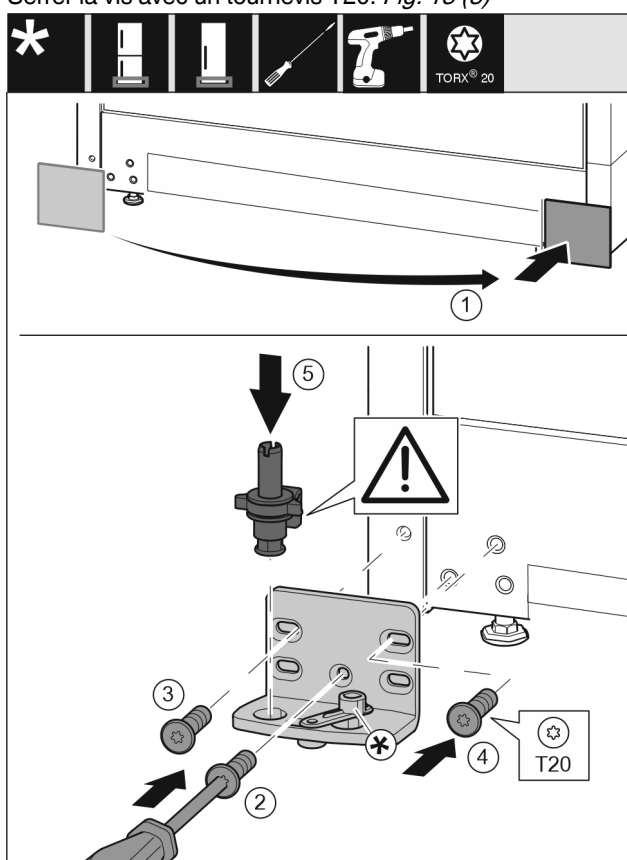

Fig. 14
- Enlever le cache et le mettre de l'autre côté. Fig. 14 (1)
- Poser le support de palier de l'autre côté et le visser à l'aide d'un tournevis T20. Commencer par la vis 2 en bas au milieu. Fig. 14 (2)
- Visser les vis 3 et 4. Fig. 14 (3,4)
- Mettre en place l'axe de palier complet. Veiller à ce que l'ergot d'enclenchement soit orienté en arrière. Fig. 14 (5)